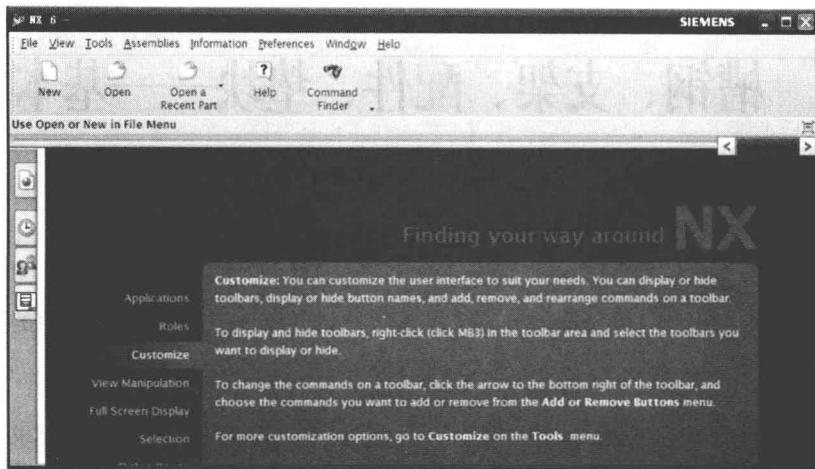

图 1-1 UG NX 6.0 初始界面
(1) 选择[开始]→[所有程序]→[UGS NX 6.0]→[NX 6.0]命令(或左键双击桌面上UG NX 6.0 的快捷图标),进入 UG NX 6.0 初始界面,如图 1-1 所示。